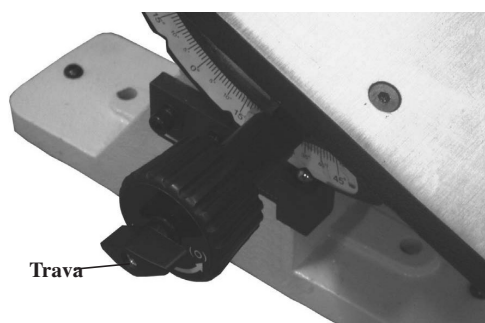

Fig. 02
1. Solte a trava (fig. 02) e mova a mesa para a posição de 90 graus. Aperte a trava e posicione um esquadro entre a mesa e o disco abrasivo. O esquadro deve repousar completamente sobre a mesa e o disco.